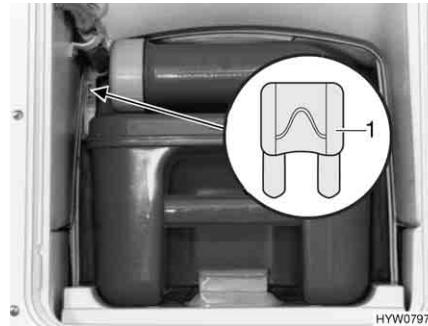
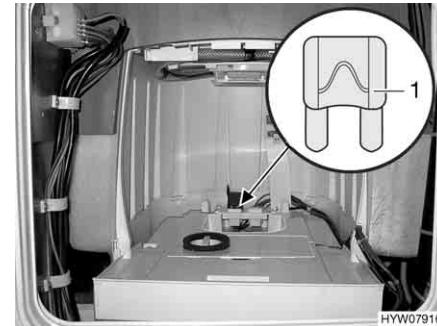

Fig. 144 Fusibile della toilette Thetford
Fig. 145 Fusibile della toilette Thetford
- Sostituire il fusibile (Fig. 144,1 o Fig. 145,1).